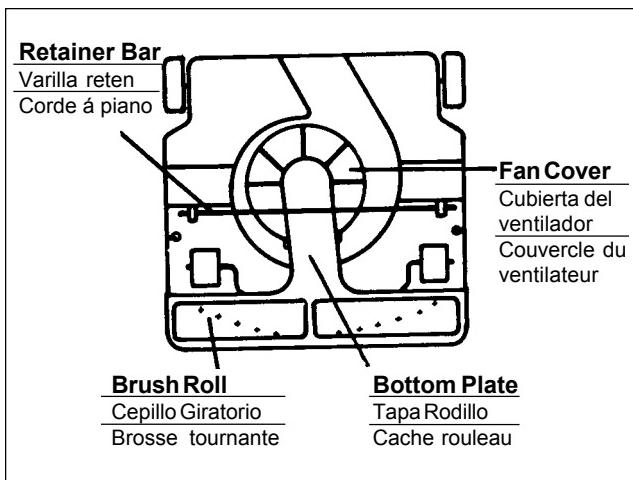

Fig. 12
1. Push handle release and lower handle; push the height setting to the lowest position. Turn the vacuum cleaner so the underneath side and brush roll face toward you. (Fig. 12)
1. Empuje el pedal de posiciones para liberar la manija, bájela, empuje el ajuste de altura a la más baja, volteee la barredora boca abajo. (Fig. 12)
1. Pousser la pédale de réglages pour libérer la poignée, baisez-la, mettre le réglage à la position la plus basse, tournez la balayouse à l'envers.(Fig. 12)